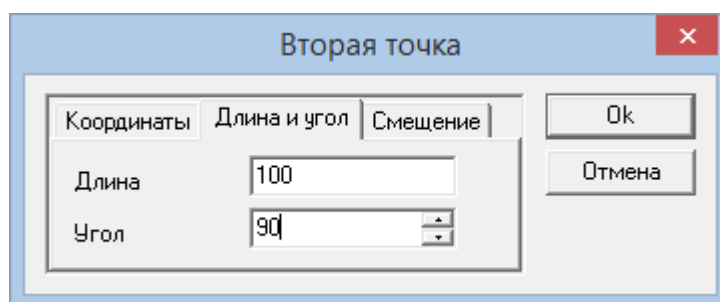

Рис. 9.8
- на вкладке «**Длина и угол**» открывшегося диалогового окна «**Вторая точка**» (рис. 9.8) задать длину создаваемого отрезка и угол его наклона относительно горизонтальной оси.